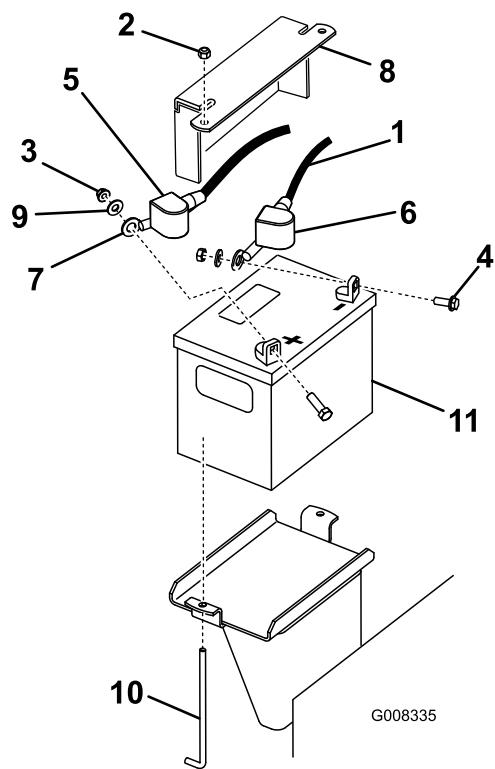

Bild 43
3. Nehmen Sie die Gummiabdeckung vom Minuskabel ab. Klemmen Sie zunächst das Minuskabel vom Minuspol (-) der Batterie ab (Bild 43).
- Ziehen Sie die rote Polkappe vom (roten) Pluspol der Batterie ab. Ziehen Sie dann das (rote) Pluskabel ab (Bild 43).
- Entfernen Sie die Befestigungsplatte, die J-Schrauben und die Sicherungsmuttern, mit denen die Batterie befestigt ist (Bild 43) und nehmen sie heraus.
- Setzen Sie die Batterie in die Maschine (Bild 43).
- Klemmen Sie zunächst das (rote) Pluskabel am Pluspol (+) der Batterie mit einer Mutter, Scheibe und Schraube an (Bild 43). Schieben Sie die Gummideckung über den Batteriepol.
- Klemmen Sie dann das Minuskabel und Erdkabel am Minuspol (-) der Batterie mit einer Mutter, Scheibe und Schraube an (Bild 43). Schieben Sie die Gummideckung über den Batteriepol.